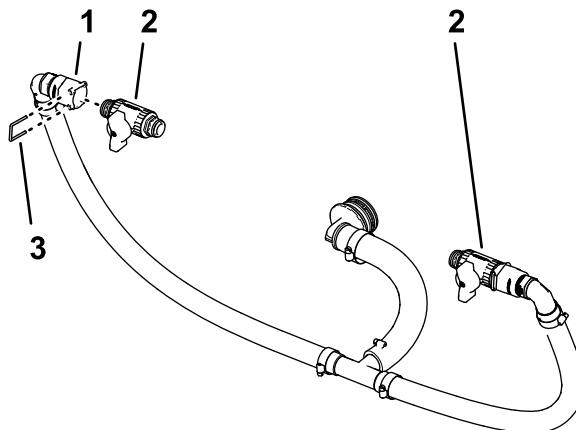

Figura 91
2. Montate la valvola di intercettazione sulla presa del raccordo a disinnesto rapido (Figura 91).
1. Rimuovete i 2 fermi dai raccordi a disinnesto rapido (Figura 91) che avete montato al passaggio Montaggio dei flessibili di bypass (pagina 42).